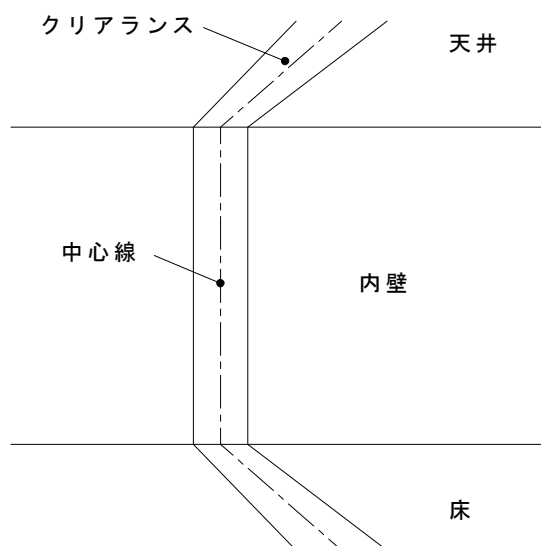
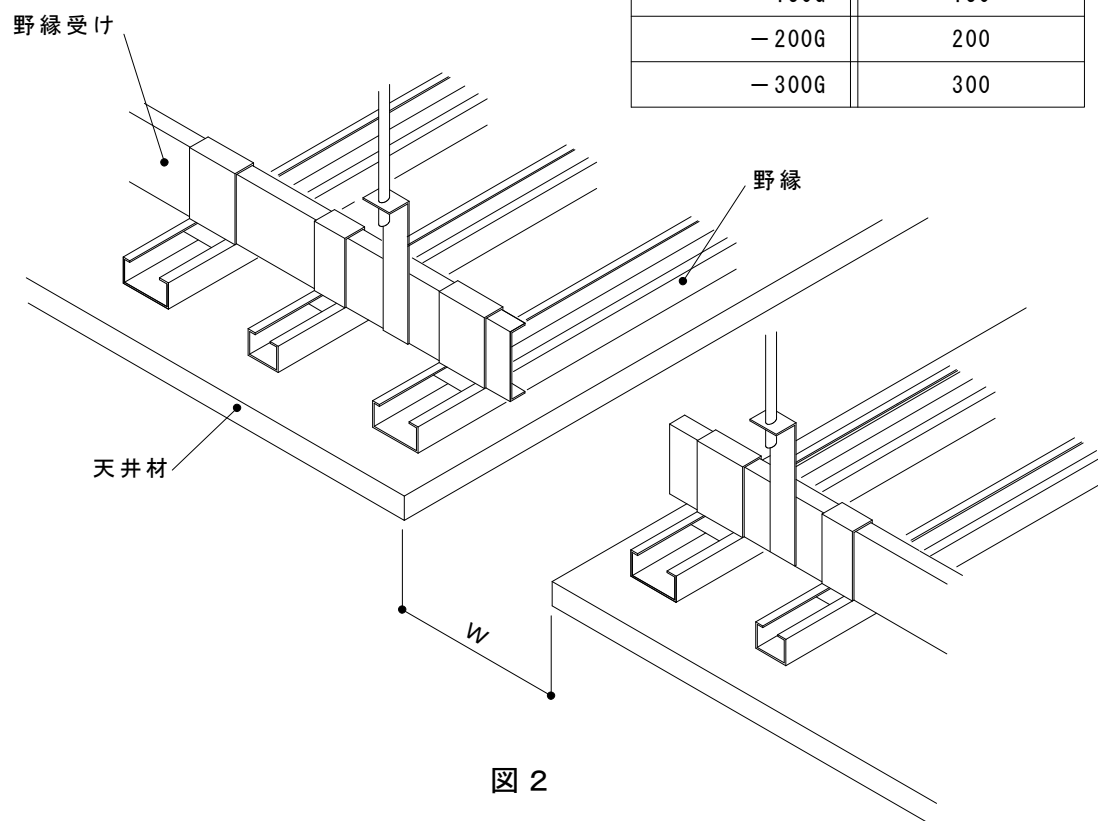

図 1
図 2
2. 天井材のクリアランスは、変位量にあわせて仕上げて下さい。それぞれの規定値よりも狭い場合には変形性能が確保できなくなる場合があります。（表 1，図 1，図 2）